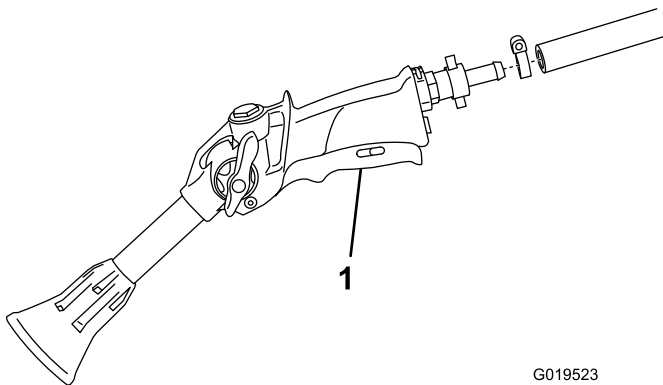

図 11
1. ホース(長)の另一端をスプレーガンのフィッティングにつなぐ(図 11)。